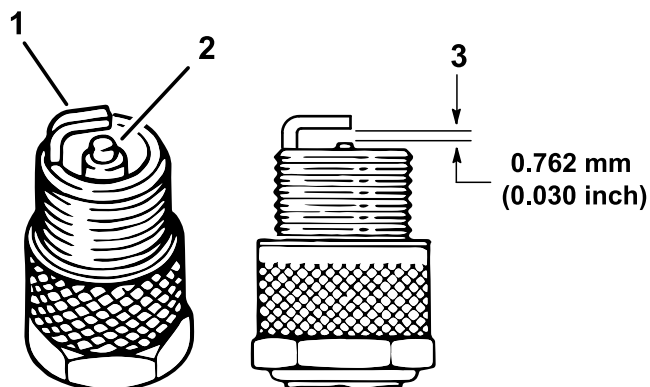

Figura 45
central para verificar que no están dañados (Figura 45).
5. Ajuste la distancia entre los electrodos central y lateral a 0.76 mm (0.03"), como se muestra en la Figura 45.